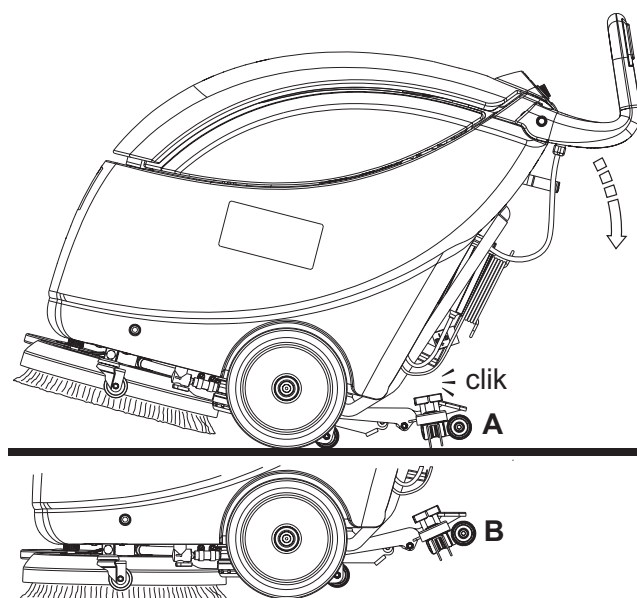

Figura 3
10. Soltar los pulsadores de asenso del cepillo (51).
11. Pulsar el interruptor (53) en la posición "0", para apagar el motor de aspiración.
12. Pulsar el interruptor (52) en la posición "0", para apagar el motor del cepillo.
13. Para apagar la máquina, llevar el interruptor general (26) en posición "0".
14. Desconectar el cable de alimentación (21) de la red eléctrica y arrollarlo sobre el soporte.
15. Activar la clavija de posicionamiento (24) y activar el dispositivo de transporte/estacionamiento de la máquina (23a) para tener levantado el cepillo/portafiltro (véase la Figura 3).